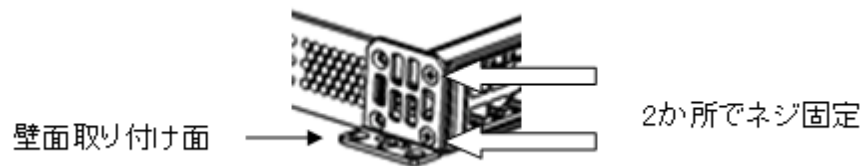

図 3-18 装置前面側で固定
- 2) 取り付け金具は、図 3-18に示すように取り付け金具の壁面取り付け面と装置底面が並行になるようにし、取り付け金具 1 個に対してネジ 2 本を使って装置本体に必ず 2 か所で固定してください。